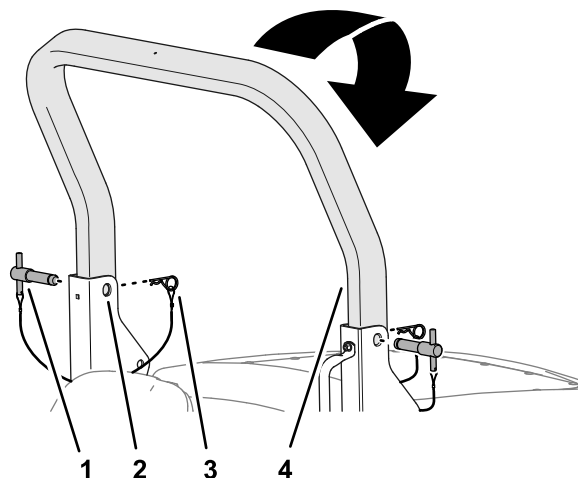

Figure 20
2. Retirez les goupilles fendues des axes de l'arceau de sécurité dans les supports de pivot du cadre (Figure 20).
3. Soutenez le poids de la partie supérieure de l'arceau de sécurité pendant que vous retirez les axes des supports de pivot (Figure 20).